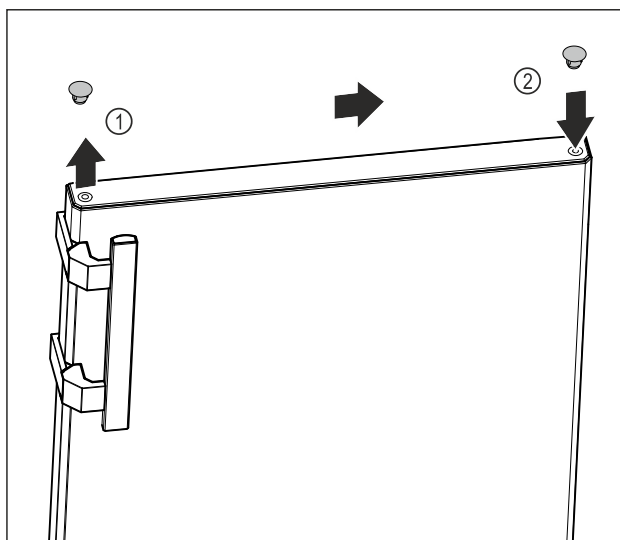

Fig. 13
- Oprezno podignite pokrovni čep na gornjoj strani vrata Fig. 13 (1) s pomoću križnog odvijača.
- Umetnite pokrovni čep na suprotnu stranu. Fig. 13 (2)